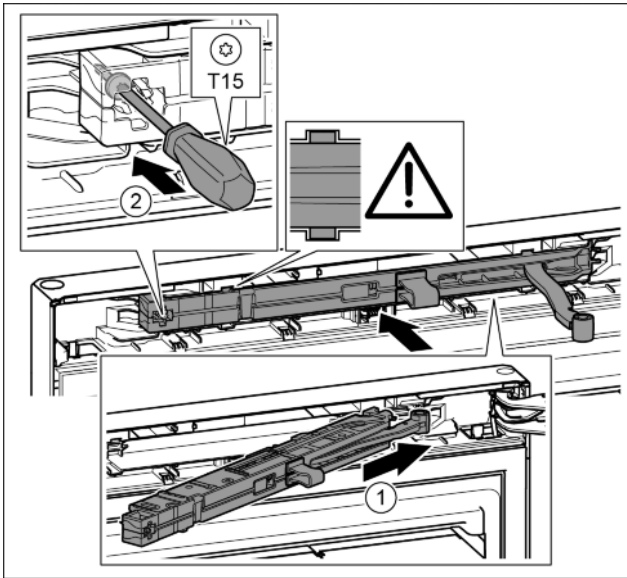

Fig. 40
- ▶ Sluitdempereenheid aan de zijde van de lagerbus tot de aanslag schuin in de uitsparing schuiven. Fig. 40 (1)
- ▶ Schroef met een schroevendraaier T15 vastschroeven. Fig. 40 (2)